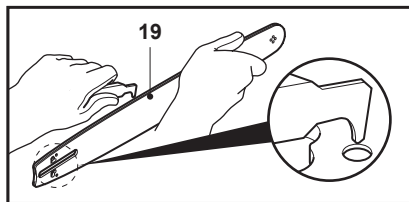

Rys. 44
1. Zdemontować prowadnicę (19) i łańcuch tnący (20) w kolejności odwrotnej do procedury montażu.
2. Sprawdzić, czy otwór smarowniczy (24) jest drożny i w razie potrzeby oczyścić go, aby zapewnić prawidłowe smarowanie prowadnicy i łańcucha tnącego podczas pracy. Użyć miękkiego drutu o odpowiednio małej średnicy, aby wsunąć go do otworu wypływu oleju (rys. 44).